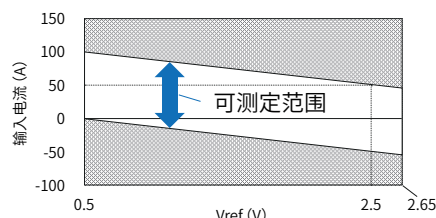

图 8. 为 HP-PP20V08PP5 时的 Vref (V) - 输入电流 (A) 相间图
② 因 Vref 端子上输入的基准电压值的不同，被测定电流的测定范围会发生变动，故需要注意。图 8 是以 HP-PP20V08PP5 为例表示了输入基准电压和被测定电流的可测定范围的关系。例如：基准电压值 2.5V 时，测定范围为 -50 ~ 50A。基准电压值 0.5V 时，测定范围为 0 ~ 100A。